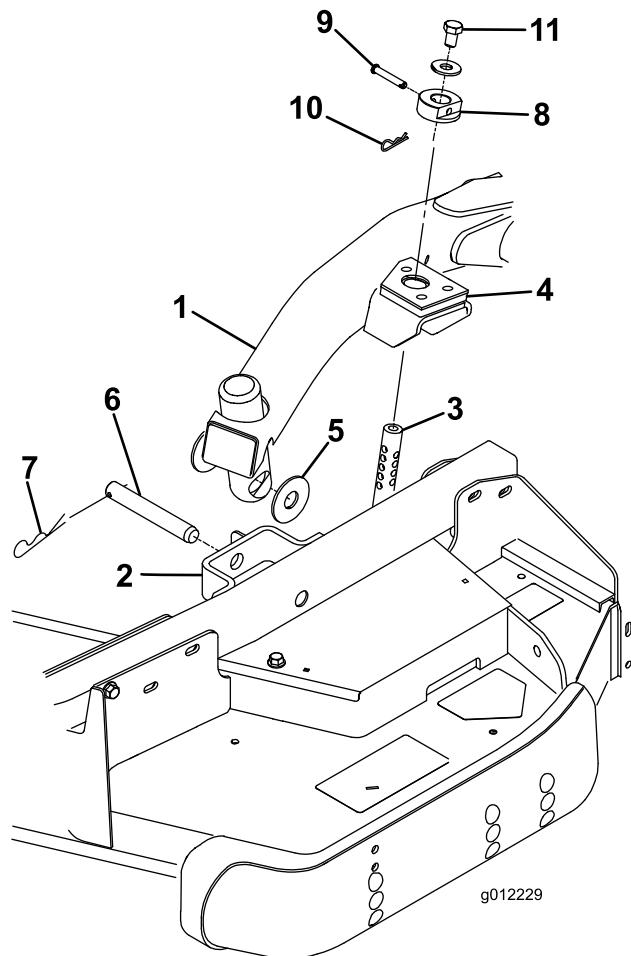

図 26
4. 昇降レバーをフロート位置とする。昇降アームを押し下げて、昇降アームについている穴とキャスタアームのブラケットについている穴を整列させ、昇降アームのパッドに刈高ロッドを挿入できるようにする (図 26)
5. スラストワッシャ枚、クレビスピンドル、ヘアピンコッターを使って、昇降アームをキャスタアームに固定する。スラストワッシャは昇降アームとキャスタアームブラケットの間に入れる (図 26) コッターピンを、キャスタアームタブのスロットに差し込んで固定する。
9. 刈高ロッドに刈高カラーを取り付け、クレビスピンドルとヘアピンコッターで固定する (図 26) クレビスピンドルの頭をデッキの前に向けておく。
10. 各刈高ロッドの上部に  $1/2 \times 3/4"$  ボルトとワッシャを取り付ける 図 26。